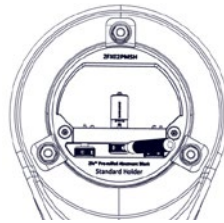

Figura 5.
- × Usando l'utensile chiave fissa di sicurezza serrare i grezzi per abutment prefresati sulle viti blu finché i grezzi sono completamente alloggiati (*figura 5*).